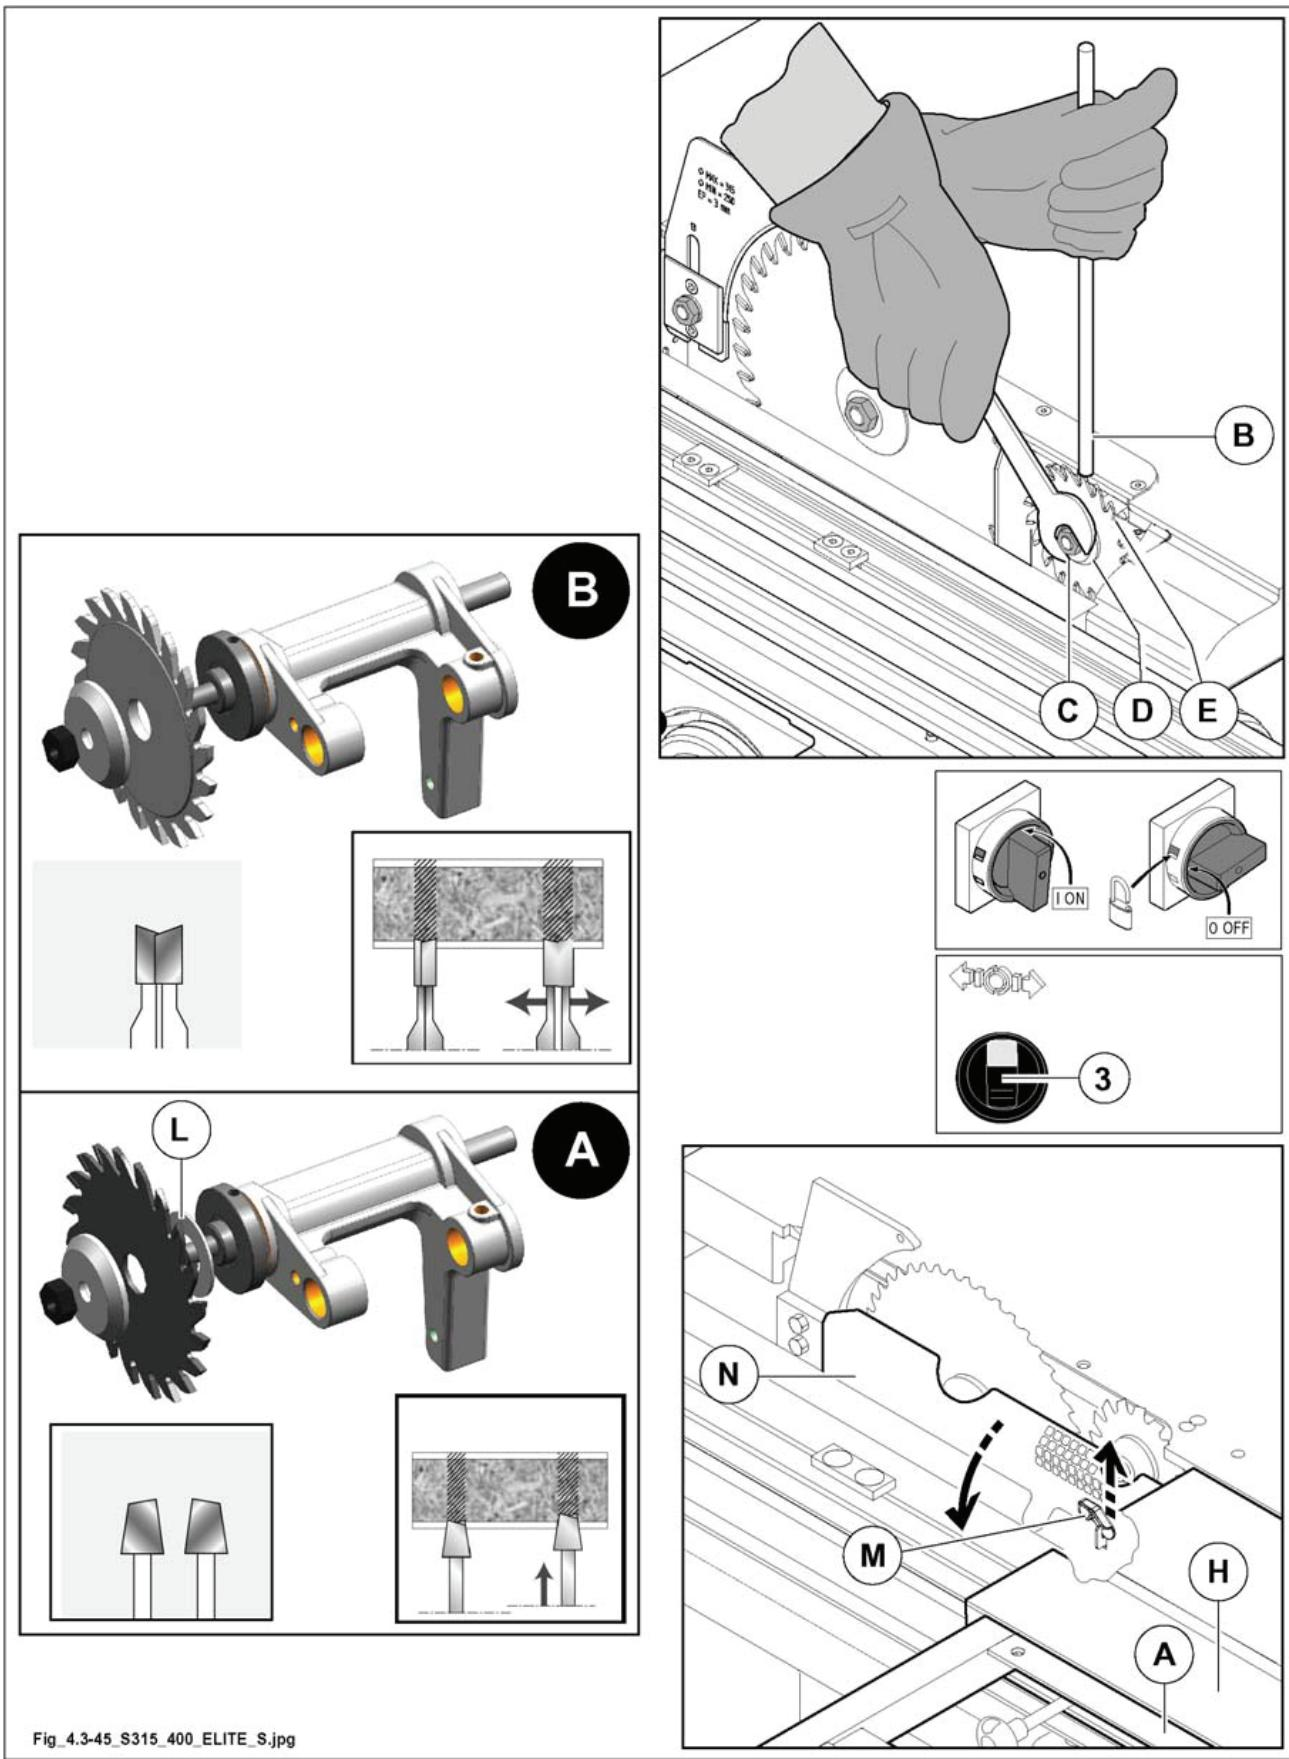

Рис. 4.3-45
В версии с самотормозящимся двигателем, повернуть переключатель (3 рис. 4.3-45) на символ () ; тормоз двигателя разблокирован, контрольная лампочка горит.
- 1) установить опорную раму А (рис.4.3-45), как показано на иллюстрации, и переместить каретку Н (рис.4.3-45) до упора вправо.
- 2) Поднять рычаг М (рис.4.3-45) и открыть кожух N (рис.4.3-45).
- 3) Вставить палец В (рис.4.3-45) в отверстие фланца крепления пилы.
(версия для США и КАНАДЫ) предохранительный концевой выключатель гарантирует, что при открытом кожухе N (рис. 4.3-45) двигатель не может быть запущен.
- 4) Ослабить блокировочную гайку (С рис. 4.3-45) шестигранным ключом на 17 мм, и снять фланец (D рис. 4.3-45).
- 5) Последовательно установить пилу (Е рис. 4.3-45), направив зубы в сторону, противоположную зубьям пилы, фланец (D рис. 4.3-45) и гайку (С рис. 4.3-45).
- 6) Затянуть гайку ключом на 17 мм, используя стержень (В рис. 4.3-45).
в целях безопасности необходимо закрыть кожух N (рис. 4.3-45), в противном случае: